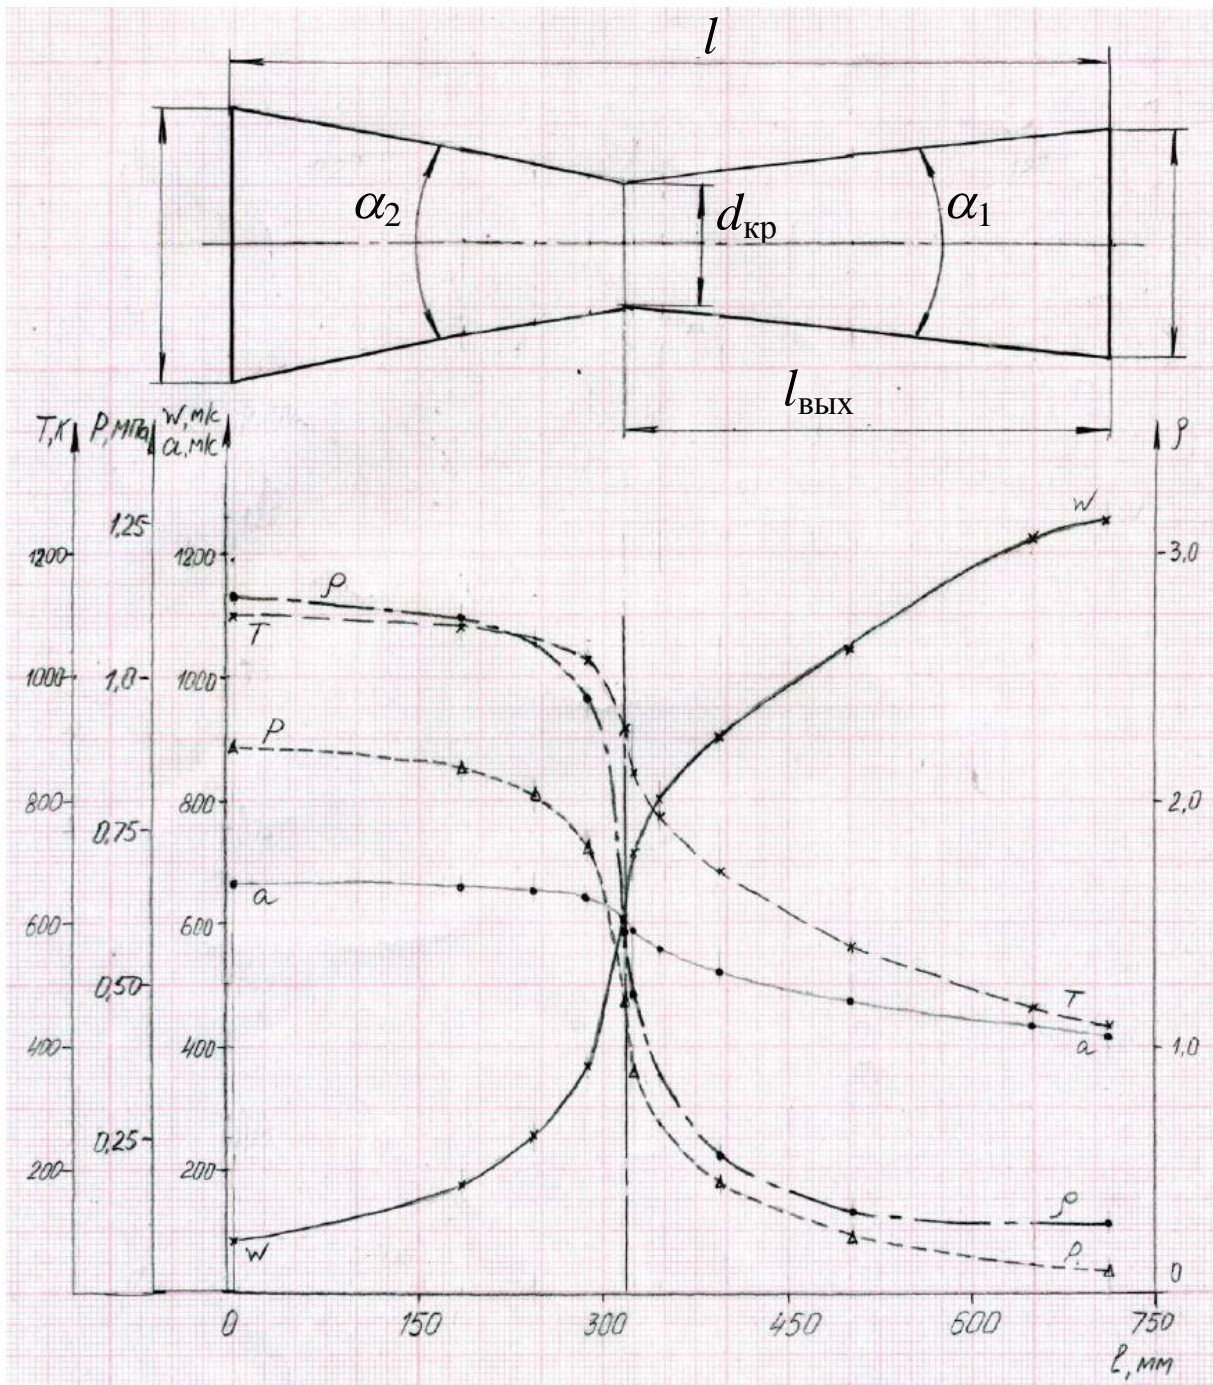

Рис. 1
5. Углы раскрытия сопла α_1 , α_2 (см. рис. 1).